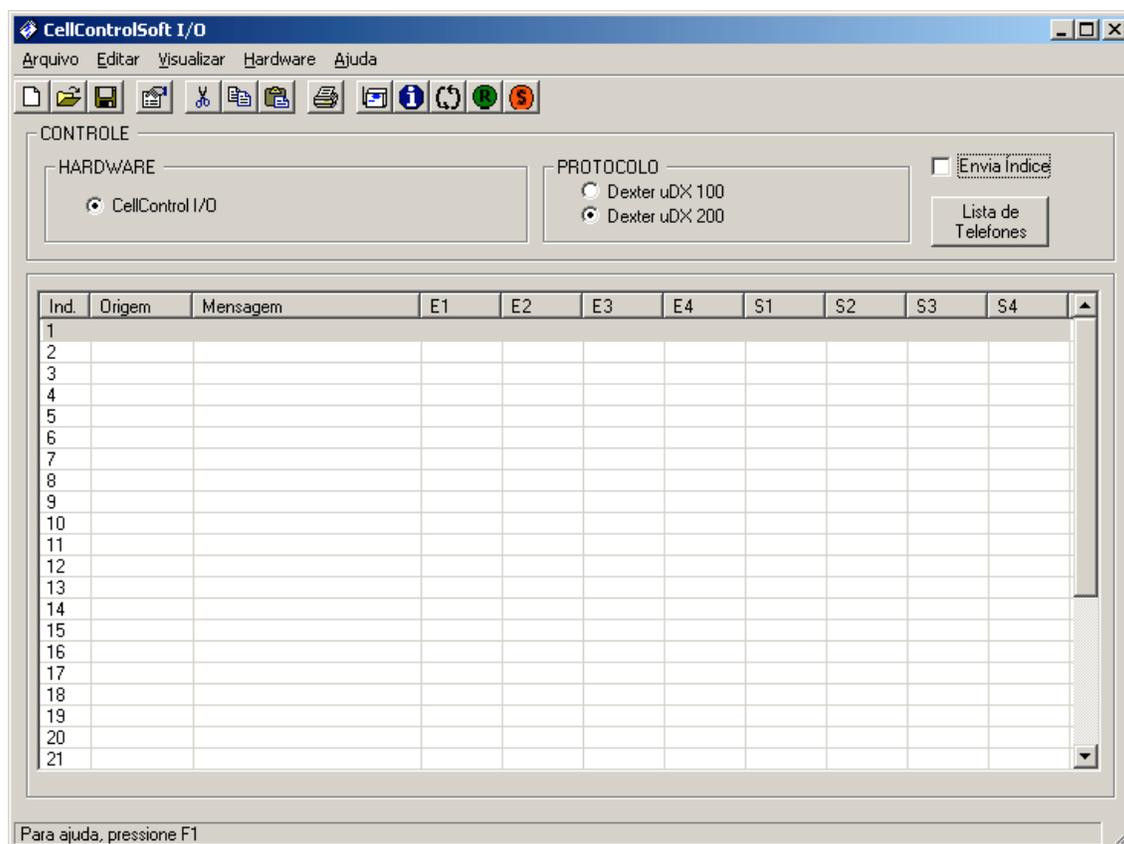

Figura 7 – Tela Principal
1. Abra o programa CellControlSoft instalado conforme o item 4.1, através do ícone correspondente criado na área de trabalho. A Figura 7 abaixo apresenta a tela principal do programa.